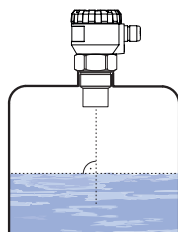

Рис. 1: Правильная установка датчика перпендикулярно к уровню жидкости
- Измеритель уровня устанавливается вертикально в верхнюю крышку емкости или резервуара при помощи приварыша, крепежной гайки или фланца так, чтобы ось измерителя уровня была перпендикулярна поверхности измеряемой жидкости (рис. 1).